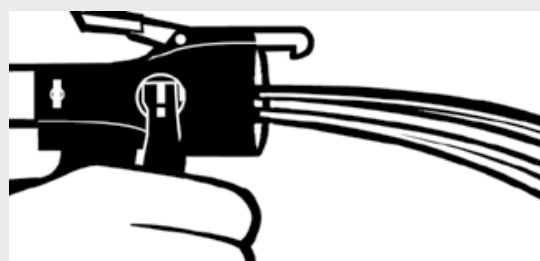

Figura 4.
- Purgue el sistema en un contenedor de residuos accionando el gatillo del dispensador Insta-Flo™. Cuando ambos chorros aparezcan por igual desde la parte delantera de la pistola, suelte el gatillo, limpie el producto químico de la cara del dispensador con un trapo limpio y vuelva a aplicar vaselina. (Ver Figura 4)